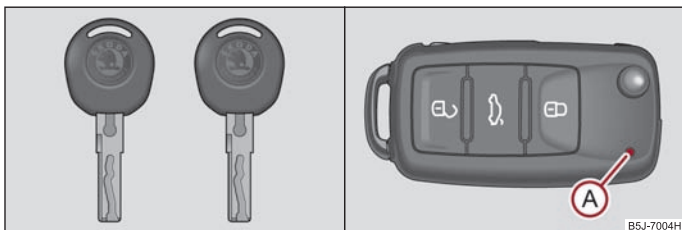
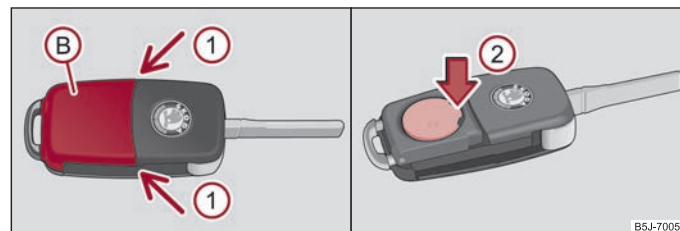

Abb. 22 Schlüsselsatz ohne Fernbedienung / Schlüsselsatz mit Funkschlüssel
Abb. 23 Funkschlüssel - Deckel abnehmen / Batterie herausnehmen
⇒ Abb. 22 ausgestattet sein.
Jeder Funkschlüssel enthält eine Batterie, die unter dem Deckel (B) untergebracht ist ⇒ Abb. 23. Wenn die Batterie entladen ist, blinkt nach dem Drücken einer Taste der Fernbedienung die rote Kontrollleuchte (A) nicht ⇒ Abb. 22. Wechseln Sie die Batterie wie folgt:
- Drücken Sie den Deckel an den Stellen der Pfeile (1) vorsichtig ab.
- Durch Drücken der Batterie nach unten, an der Stelle des Pfeils (2) nehmen Sie die entladene Batterie aus dem Schlüssel heraus ⇒ Abb. 23.